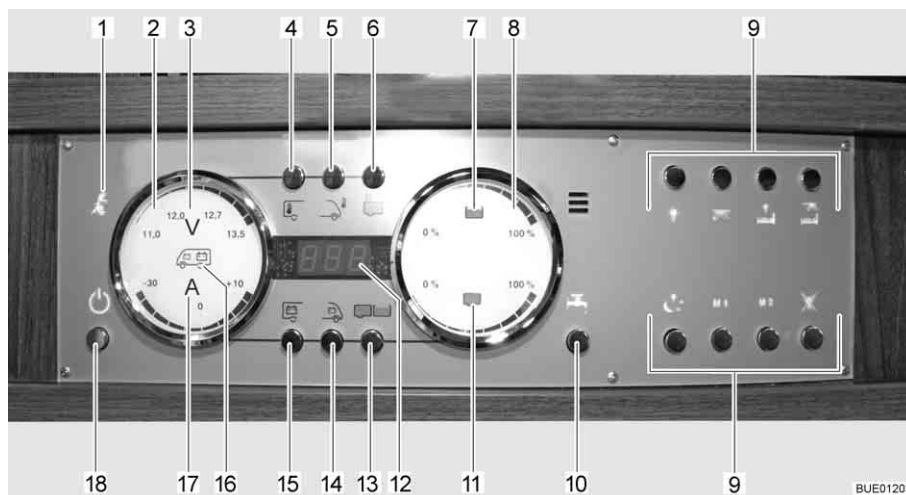

Fig. 134 Panneau de contrôle LT 510
Le voyant de contrôle 230 V (Fig. 134,1) s'allume si l'arrivée du bloc électrique est sous tension de réseau.
L'interrupteur principal 12 V (Fig. 134,18) établit ou coupe le panneau de contrôle et l'alimentation 12 V de la cellule.
- Appuyer brièvement sur la touche d'alimentation 12 V (Fig. 134,18). L'alimentation 12 V de la cellule est assurée. L'indicateur de contrôle "12 V" s'allume.
- ▷ La tension de la batterie de cellule est trop faible quand les DEL "11,0" de l'affichage en Volt et le symbole Volt "V" (Fig. 134,3) clignotent dans l'indicateur des batteries (Fig. 134,2) après la mise sous tension. Charger la batterie.
- ▷ La coupure de batterie est active quand l'indicateur de contrôle "12 V" et le symbole Volt "V" (Fig. 134,3) clignotent trois fois après la mise sous tension. Désactiver la coupure de batterie.
- Appuyer brièvement sur la touche d'alimentation 12 V (Fig. 134,18). L'alimentation 12 V de la cellule est coupée. L'indicateur de contrôle "Alimentation 12 V" s'éteint.
- Appuyer sur la touche batterie de cellule (Fig. 134,15) et la maintenir enfoncée pendant 10 secondes environ. Le symbole Volt "V" (Fig. 134,3) et l'indicateur de contrôle "12 V" clignotent trois fois. La batterie de cellule est coupée du réseau de bord de 12 V.
- Appuyer sur la touche d'alimentation 12 V (Fig. 134,18) et la maintenir enfoncée pendant 5 secondes environ. Le symbole Volt "V" (Fig. 134,3) et l'indicateur de contrôle "12 V" clignotent trois fois. La batterie de cellule est branché au réseau de bord 12 V. L'indicateur de contrôle s'allume au bout d'env. 5 secondes.
- Appuyer sur la touche de la batterie de cellule (Fig. 134,15). Le symbole Volt "V" (Fig. 134,3) s'allume. Le symbole Ampère "A" (Fig. 134,17) est allumé en blanc ou en rouge suivant l'état de chargement ou de déchargement. Les DEL à l'intérieur de l'indicateur indiquent la tension de la batterie et le courant de la batterie de cellule.
- Appuyer sur la touche de la batterie de démarrage (Fig. 134,14). Le symbole Volt "V" (Fig. 134,3) s'allume. Des DEL à l'intérieur de l'indicateur indiquent la tension de la batterie de démarrage.
- Appuyer sur la touche réservoirs (Fig. 134,13). Les symboles réservoir d'eau (Fig. 134,7) et réservoir d'eaux usées (Fig. 134,11) s'allument. Des DEL à l'intérieur de l'indicateur indiquent le niveau du réservoir d'eau (échelle supérieure) et celui du réservoir d'eaux usées (échelle inférieure).
Le symbole du réservoir d'eau (Fig. 134,7) ou celui du réservoir d'eaux usées (Fig. 134,11) clignote quand le réservoir d'eau est vide ou que le réservoir d'eaux usées est plein.
L'affichage numérique (Fig. 134,12) permet d'indiquer les températures intérieure et extérieure.
- Appuyer sur la touche température intérieure (Fig. 134,4). La température intérieure s'affiche.